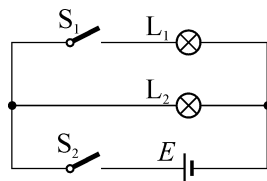

图 2-1-3
2. 根据电路图 2-1-3 所示,在实验台上将现有的电源、白炽灯、开关和导线连接一个完整电路,观察灯泡是否点亮,接线是否正确,将电路连接状态填入表 2-1-2,并完成实验评价表 2-1-3。